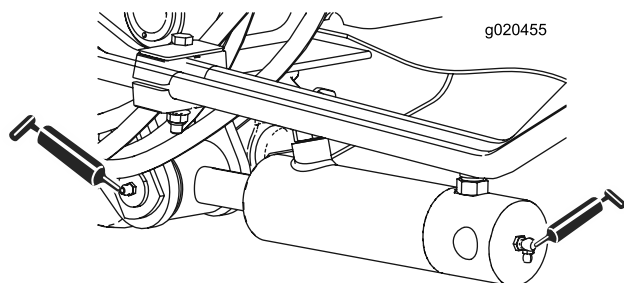

Figura 45
- Casquillos de los cilindros de los brazos de elevación (2 en cada lado) (Figura 45)